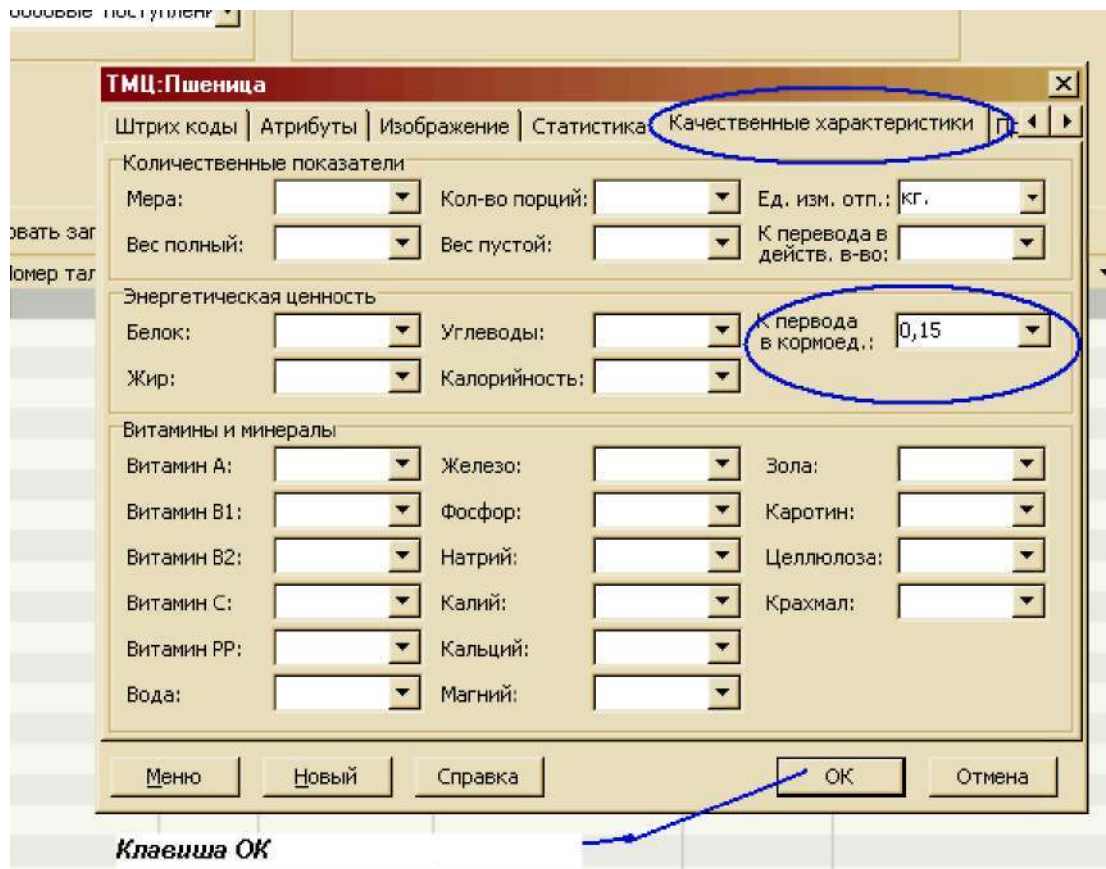

Рис.71 – Карточка ТМЦ – закладка «Качественные характеристики»
- Поле «**Коэф. кормоединиц**» - автоматически подставляется из карточки ТМЦ. Закладка - «**Качественные характеристики**», поле — «**Коэф. перевода в кормоед.**» (рис. 71) При необходимости, можно заполнять и редактировать вручную.